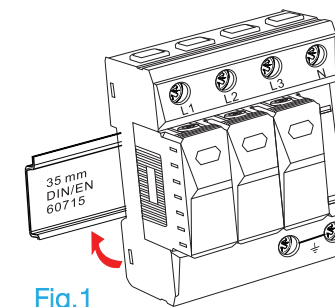

Fig.1
- 2 Installare il dispositivo su un binario DIN 35 mm posizionando l'incavo superiore del dispositivo sul bordo superiore del binario DIN. Fig.1
- 3 Spingere in basso finché l'incavo in basso al dispositivo si inserisca nella guida DIN. Fig.1
- 2 Install the device on DIN 35 rail placing the device's upper recess on the top edge of the DIN rail. Fig.1
- 3 Push down the device until the device's lower recess fits into the DIN rail. Fig.1